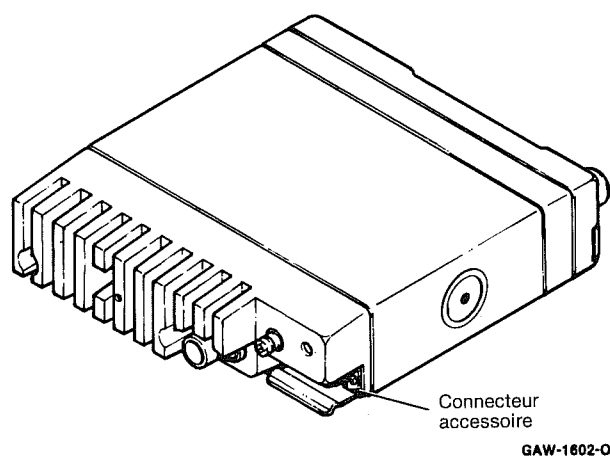
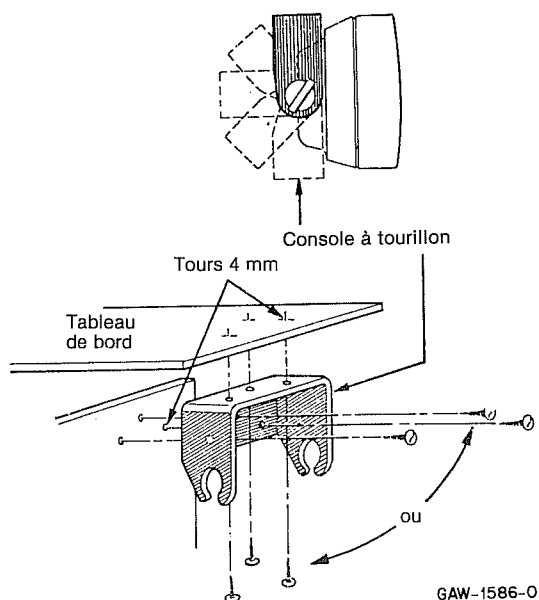

Figure 6
Figure 5
- (1) Déposez le haut-parleur de la console à tourillon en déserrant les deux vis papillons.
- (2) Choisissez un endroit pour le montage du haut-parleur.
- (3) En utilisant la console à tourillon comme modèle, marquez les emplacements des trois trous de montage.
- (4) Pointez et percez un trou de 4 mm en chaque emplacement.
- (5) Montez la console à tourillon avec les vis fournies (voir figure 5).
- (6) Introduisez le haut-parleur dans la console à tourillon et serrez les deux vis papillons.
- (7a) (Montage direct) Enfoncez la prise accessoire du haut-parleur dans le connecteur à neuf broches sur le dos de la radio (voir figure 6).